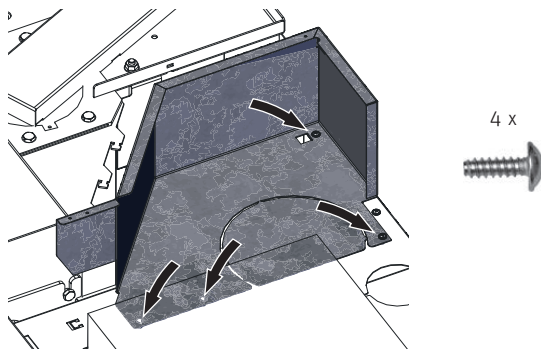

Fig. 53 Fissare il rivestimento con 4 viti autofilettanti
- Infilare il rivestimento sinistro superiore e fissarlo con 4 viti autofilettanti – Fig. 53.